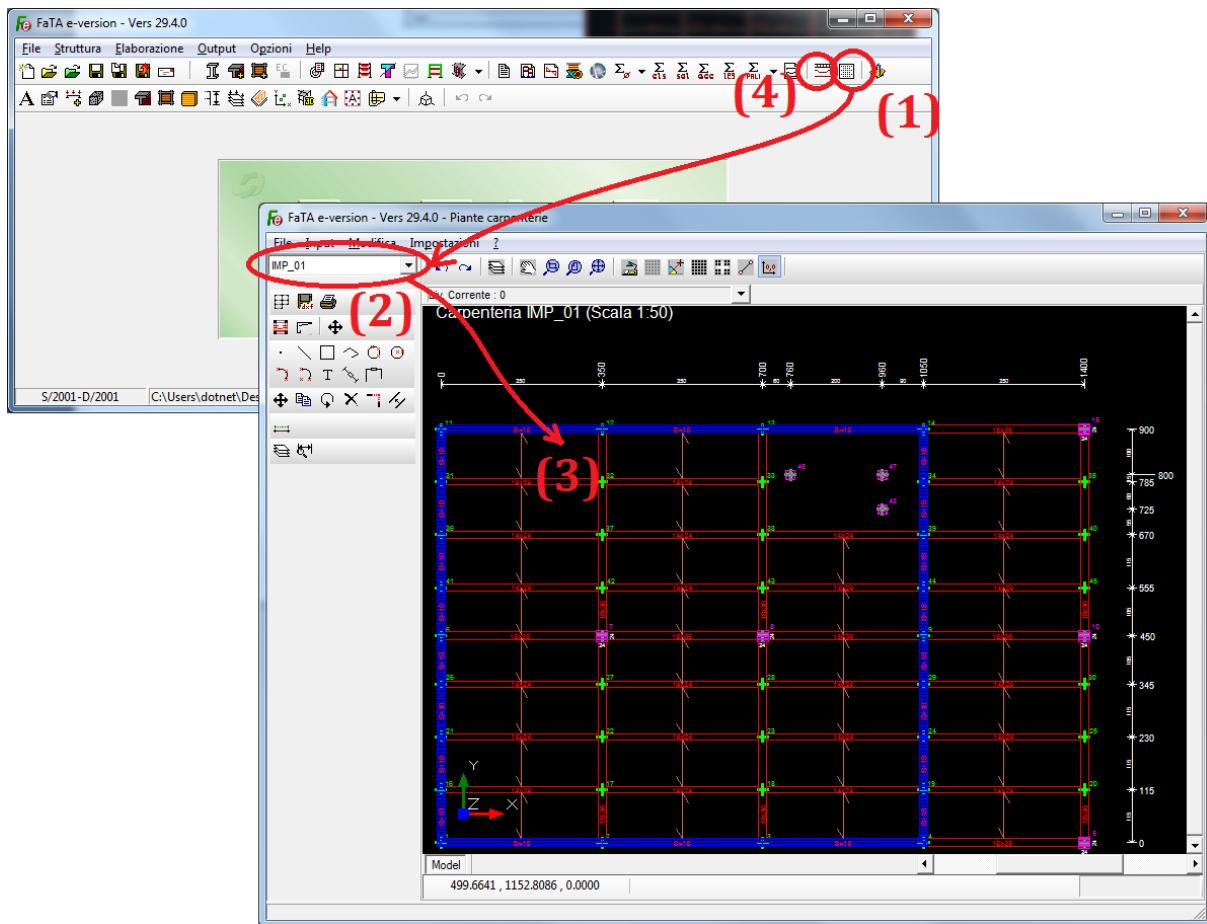

Figura 84
Con riferimento alla figura 84 cliccare sul pulsante “*Piante carpenterie*” (1) o, in alternativa sul pulsante F12 della tastiera. Apparirà la finestra “*Piante carpenterie*” in cui, per mezzo dell’apposito selettore (2), è necessario specificare il livello da rappresentare graficamente.